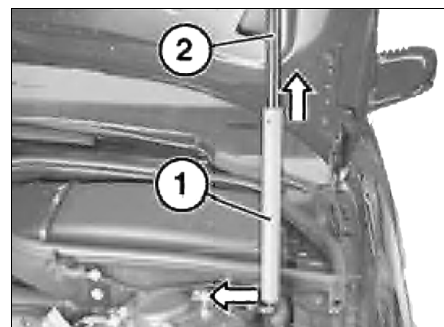

Рис. 18.4. Амортизатор капота.
2. Установить приспособление "51.0.040" на корпус (2, рис. 18.4) амортизатора. Отсоединить газонаполненный амортизатор со стороны кузова (левый/правый) Зафиксировать шаровой подпятник приспособления на цапфе.